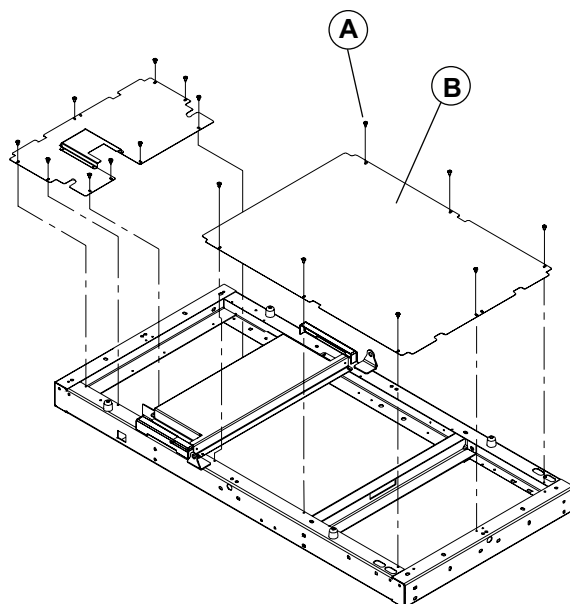

Figure 16 – Retrait du couvercle de pied
4. À l'aide d'un tournevis cruciforme n° 2, retirer les sept vis qui fixent la plaque de protection côté pieds au châssis du plan de couchage (Figure 16). Retirer et conserver la plaque de protection. Conserver les vis.
3. À l'aide d'un tournevis cruciforme n° 2, retirer les sept vis (A) qui fixent la plaque de protection côté pieds (B) au châssis du plan de couchage (Figure 16). Retirer et conserver la plaque de protection. Conserver les vis.
3. À l'aide d'un tournevis cruciforme n° 2, retirer les sept vis qui fixent la plaque de protection côté pieds au châssis du plan de couchage. Retirer et conserver la plaque de protection (Figure 16). Conserver les vis.
5. À l'aide d'un tournevis cruciforme n° 2, retirer les neuf vis qui fixent la plaque de protection au châssis du plan de couchage (Figure 16). Conserver les vis.
4. À l'aide d'un tournevis cruciforme n° 2, retirer les neuf vis qui fixent la plaque de protection au châssis du plan de couchage (Figure 16). Retirer et conserver la plaque de protection. Conserver les vis.